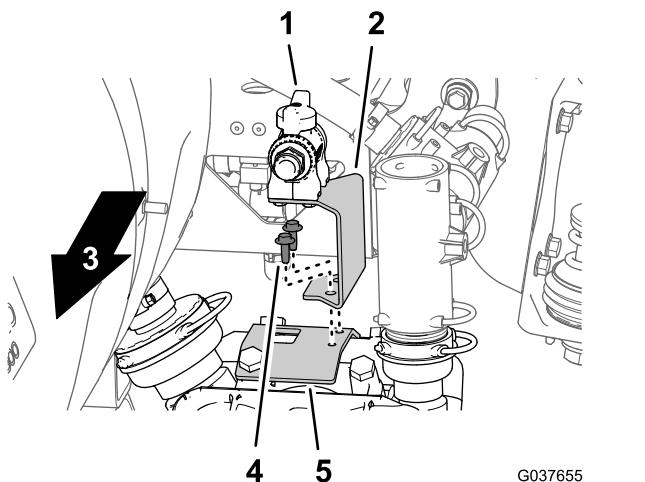

Figura 53
6. Alinhe os furos no suporte da válvula de agitação com os furos no suporte da bomba do pulverizador (Figura 53).
7. Prenda o suporte da válvula de agitação no suporte da bomba do pulverizador (Figura 53) com dois parafusos de cabeça flangeada (1/4 x 3/4 pol.).